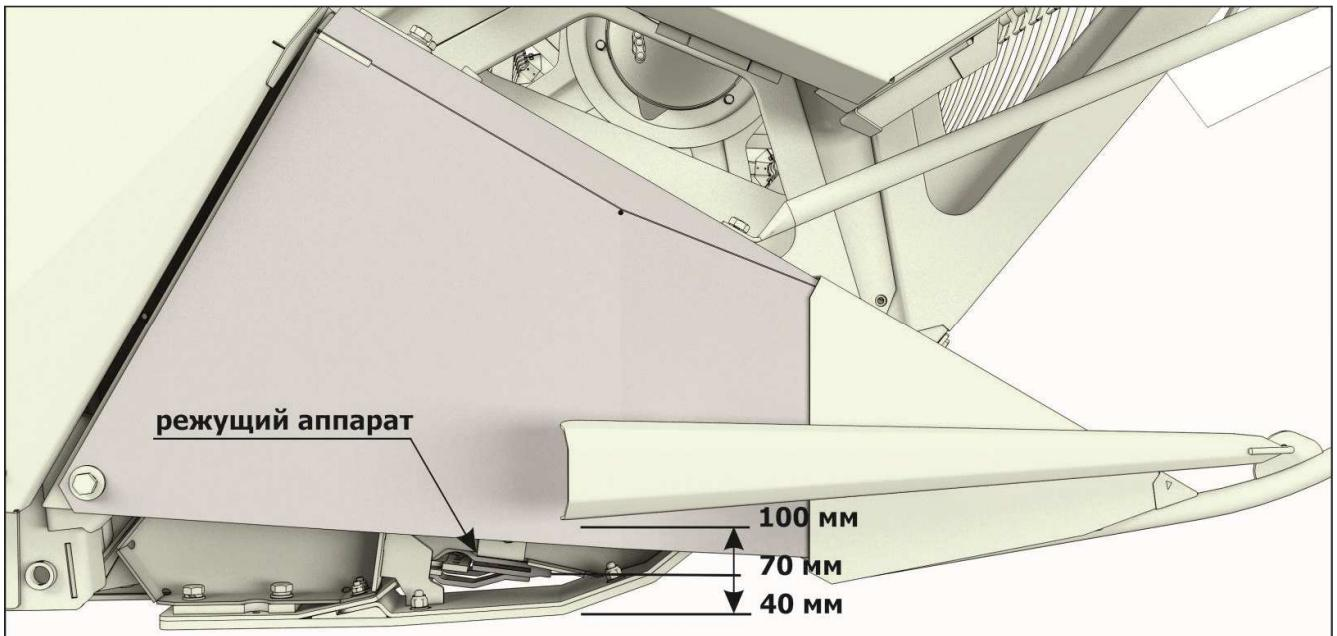

Рисунок 6.14 – Положение режущего аппарата при уборке зерновых
- ОТРЕГУЛИРОВАТЬ ФИКСАТОР РЫЧАГА, ОТКРУТИВ ДВА БОЛТА М 6x14, И ПРЕДВИНУВ ЕГО. ЭТО НЕОБХОДИМО ДЛЯ ОБЕСПЕЧЕНИЯ СООСНОСТИ ФИКСАТОРА И БОЛТА М10Х45 (рисунок 6.14).